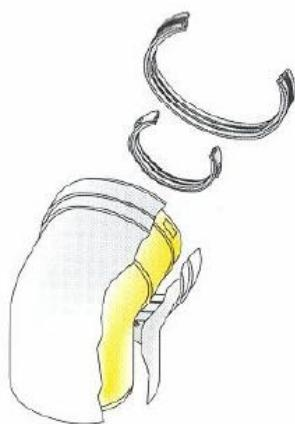

Рис. 9
- Дополнительные части горизонтального герметичного дымохода (Рис. 9)
a) Удлинитель дымохода L = 500 мм Ø80/125 мм (Рис. 9а) (**7006951236**)
- Удлинитель дымохода L = 1000 мм Ø 80/125 мм (Рис. 9а) (**7006951235**)
b) Колено 90° Ø 80/125 мм (Рис. 9б) (**7006951234**)
c) Колено 45° Ø 80/125 мм (Рис. 9с) (**7006951233**)